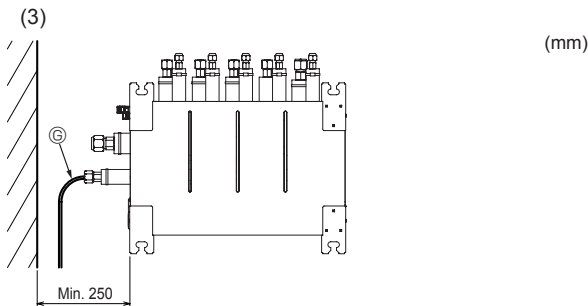

Fig. 4-10
- (3) Vue de dessus (Fig. 4-10)